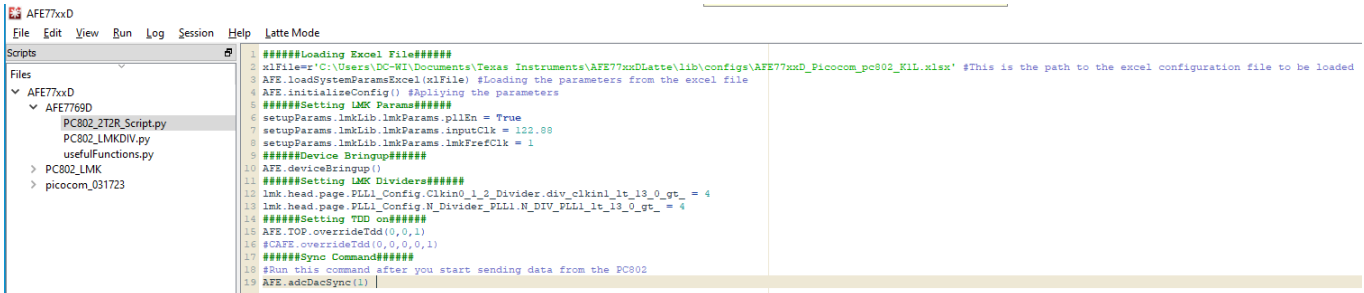

图 3-6. PC802 脚本
4. 在左侧树视图中打开 PC802_2T2R_Script.py 脚本，如图 3-6 中所示。